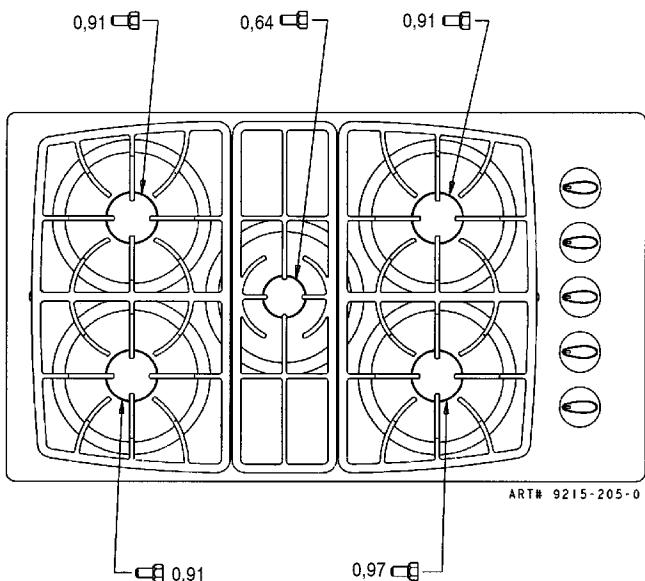

FIGURE 9
Étape 4 : Trouver le paquet de raccords à orifice GPL attaché au fond de l'appareil. Les raccords ont un nombre estampillé en petits chiffres sur le côté. Ce nombre est un code du diamètre de l'orifice et de l'emplacement du brûleur qui lui convient. Les figures 9 et 10 montrent l'emplacement correct d'un raccord à orifice pour GPL.